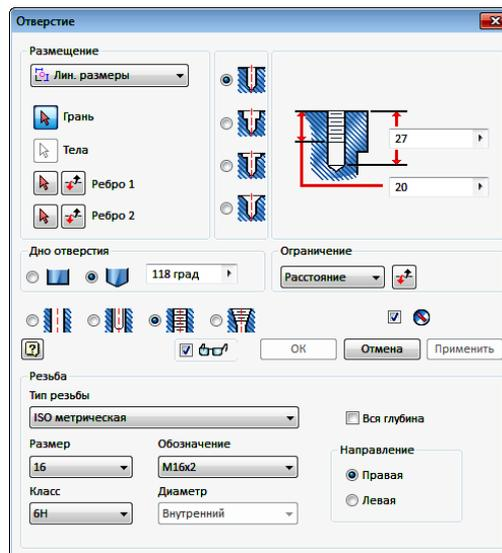

Рис. 4.8. Диалоговое окно «Отверстие»
2. Постройте глухое отверстие в пластине с резьбой (гнездо под шпильку) с помощью команды «Отверстие» . В диалоговом окне введите параметры отверстия, как на рис. 4.8.